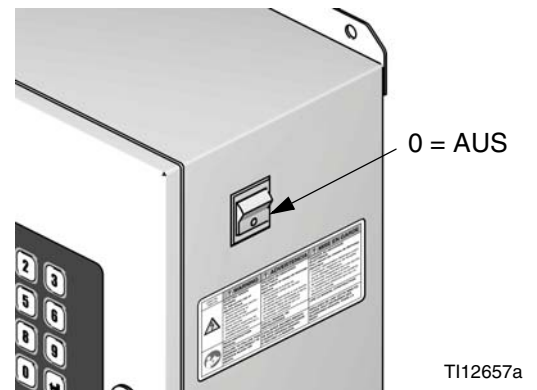

ABB. 12: Ausschalten
3. Schalten Sie die Stromversorgung des ProMix 2KS ab (Position 0). ABB. 12.